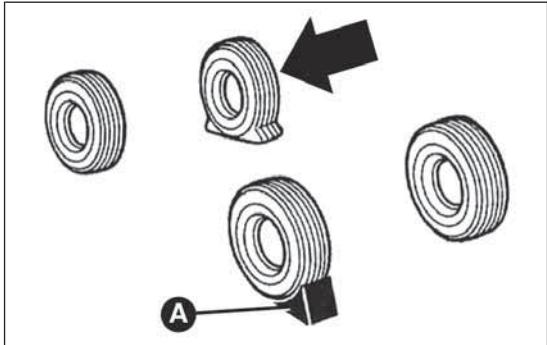

fig. 158
- ☐ posizionare il cuneo posteriormente, sulla ruota diagonalmente opposta a quella da sostituire (vedere fig. 158) in modo da prevenire movimentazioni della vettura quando questa è sollevata da terra;